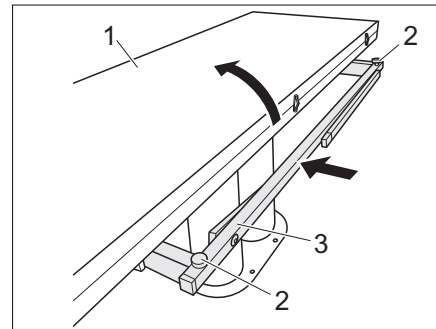

Fig. 113 Raccourcir la table
- Replier la moitié de table (Fig. 113,1).
- Visser les deux vis de réglage (Fig. 113,2).
- Insérer l'infrastructure de la table (Fig. 113,3).